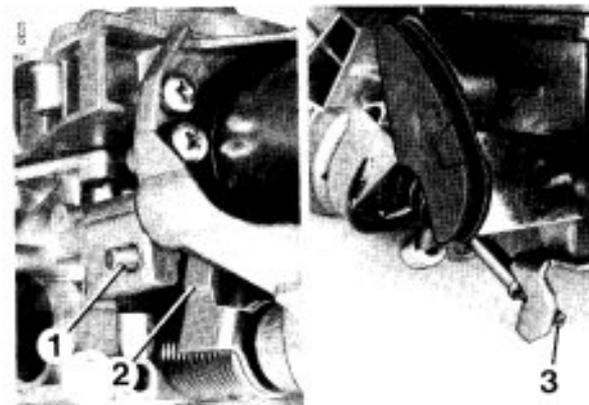

Bild 22
In dieser Position muß eine Lehre von $3,15 \pm 0,1$ mm gleitend zwischen Drosselklappenanschlagschraube (1), Bild 22, und Anschlag (2) hindurchgehen.
- Kontrollieren, ob Drosselklappenhebel (2), Bild 22, auf Anschlagsschraube (1) anliegt, oder ob Freigang zwischen Stößel des Drosselklappenanstellers und Anschlagsschraube (3), Bild 22, besteht.